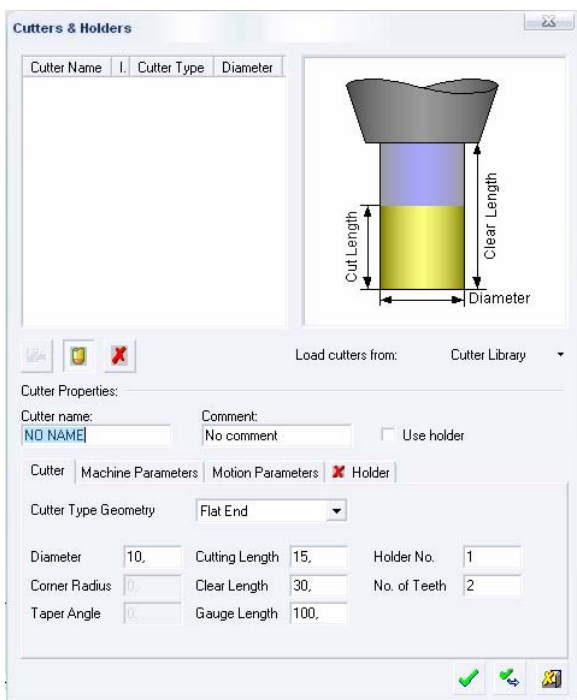
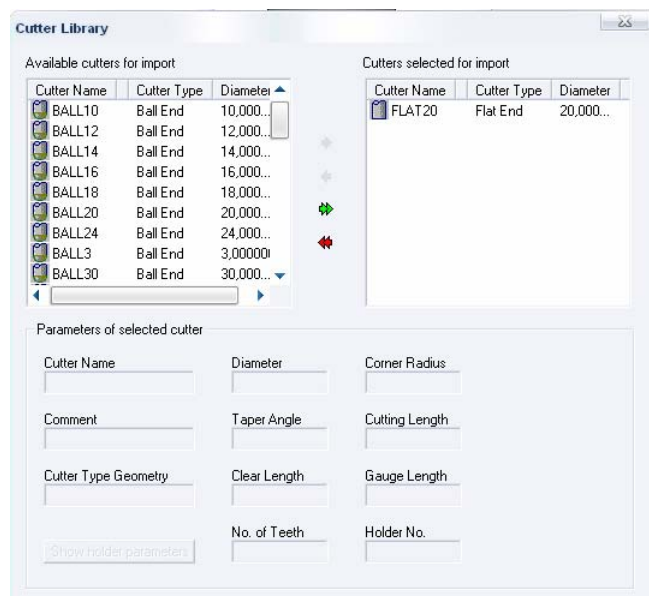

Рисунок 6 - Диалоговое окно выбора инструмента и державки
Рисунок 7 - Библиотека режущего инструмента.
4. **Задание режущего инструмента.** Нажимаем кнопку Cutters (Инструменты) панели проводника обработки. После нажатия на эту кнопку открывается диалоговое окно Cutters & Holders (Инструменты и державки), представленное на рисунок 6. Щелкаем кнопку Cutter Library (Библиотека инструмента), после чего открывается диалоговое окно Cutter Library (рисунок 7), где представлена широкая номенклатура фрез